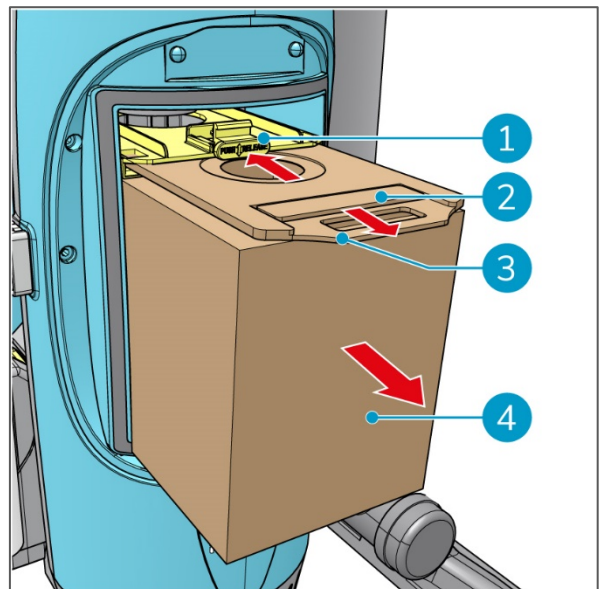

Figure 9
4. Appuyez sur le bouton jaune (Figure 9, pos. 1) pour libérer le sac à poussière.
5. Tirez la poignée en carton (Figure 9, pos. 2) pour retirer le sac à poussière (Figure 9, pos. 4).
6. Tirez sur la languette en carton (Figure 9, pos. 3) pour sceller le sac à poussière.